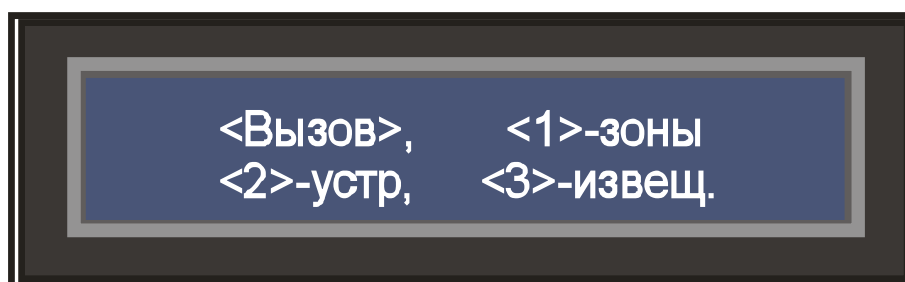

Рис. 6. Вид меню службы охраны
При предъявлении пропуска «Служба охраны» на дисплее включается подсветка, появляется строка **«СОТРУДНИК СЛУЖБЫ ОХРАНЫ»**, а затем следующее меню (см. рисунок 6):
1) Предъявить пропуск «**Служба охраны**». На дисплее включится подсветка, появится надпись «**СОТРУДНИК СЛУЖБЫ ОХРАНЫ**» и появится меню службы охраны (см. рисунок 6).
1) Предъявить пропуск «**Служба охраны**». На дисплее включится подсветка, появится надпись «**СОТРУДНИК СЛУЖБЫ ОХРАНЫ**» и далее меню службы охраны (см. рисунок 6).
1) Предъявить пропуск «**Служба охраны**». На индикаторной панели включится подсветка, появится надпись «**СОТРУДНИК СЛУЖБЫ ОХРАНЫ**» и далее меню службы охраны (см. рисунок 6).